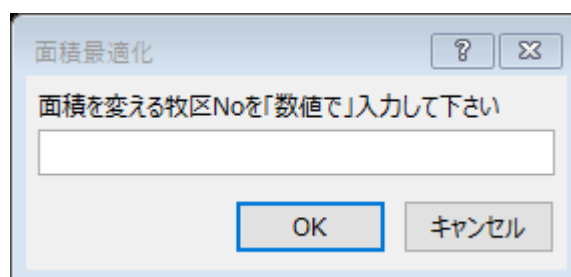

図12 面積最適化時の牧区No.入力画面
- ✓ 面積を変更できる圃場は1つだけです。【“面積”を最適化】ボタンをクリックすると、変更する牧区を尋ねる画面（図12）が現れるので、牧区の“番号”を入力してください。既存の圃場と隣接した土地とを統合して拡大できる場合は、その既存の圃場の番号を入力します。独立した圃場として新たに追加する場合は、いったん仮の面積と草種で新規に圃場を登録してから、その圃場の番号を入力します。